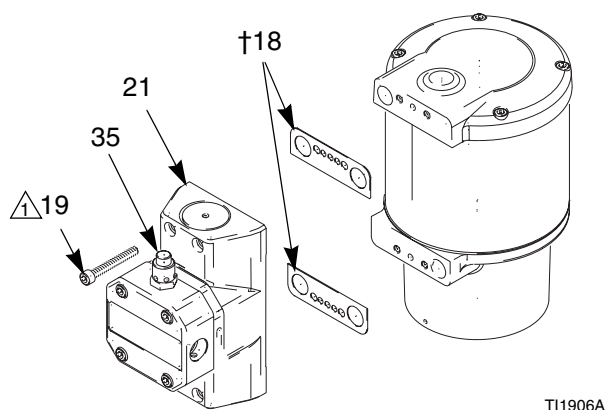
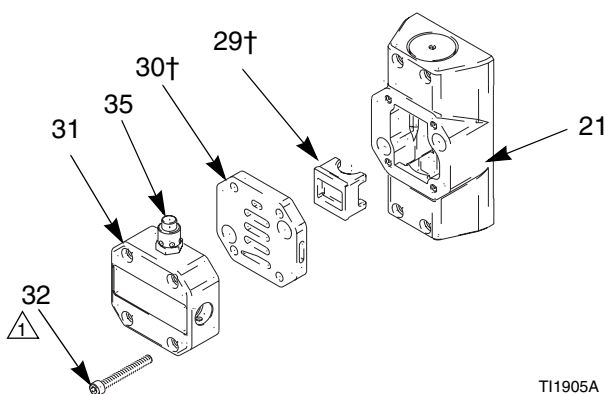

Fig. 5. Válvula de aire
Fig. 6. Tapa de la válvula de aire, asiento y copela
1. Retire los tornillos (19) y saque el alojamiento de la válvula de aire (21) del motor neumático. Retire las juntas (18). Vea FIG. 5.
2. Retire la cubierta de la válvula de aire (31), el asiento (30) y la copela (29). Vea FIG. 6.
4. Instale las juntas tóricas (23†) en los casquillos (22) e instale un casquillo en el alojamiento (21). Instale el pistón (24†) y el otro casquillo. Instale los tornillos de fijación (36) para sujetarlo.
5. Coloque la copela (29†) en el alojamiento (21) de forma que cabalgue sobre el pistón de la válvula de aire. Vea FIG. 6.
6. Instale el asiento (30†) y la tapa (31) tal como se muestra. Asegúrese de que los orificios del asiento estén alineados con los orificios del alojamiento (21), y anote la orientación de la válvula de alivio (35) en la tapa. Apriete los tornillos (32) a un par de 10–11 N.m.
7. Engrase las superficies internas del alojamiento (21) que están dirigidas hacia las juntas (18†), después coloque las juntas tal como se muestra en la FIG. 5. Instale la válvula de aire con la válvula de alivio (35) dirigida hacia arriba. Apriete los tornillos (19) a un par de 10–11 N.m.